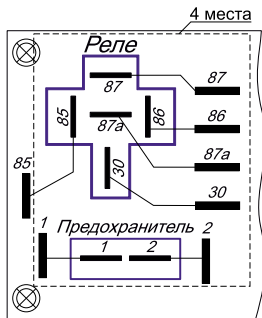

рис.1 Схема расположения контактов
3. Осуществить коммутацию схемы, соединив провода, пропущенные через гермовводы, с штыревыми контактами на плате (расположены рядом с колодками в соответствии с рис.1). Контакт "85" - общий для всех установленных реле.